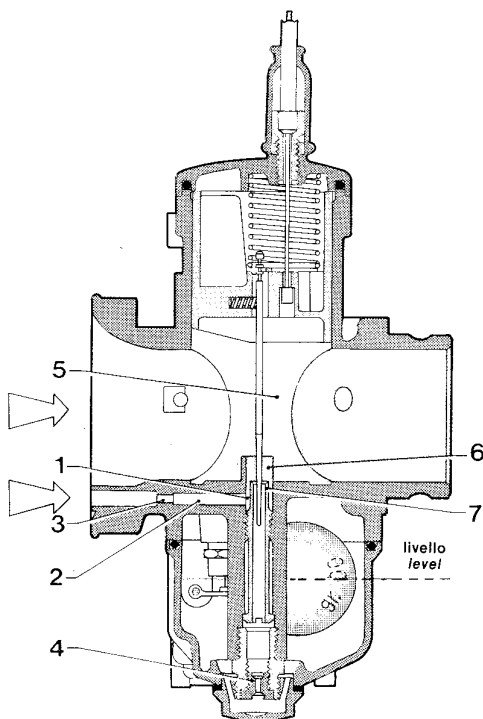

Fig. 18
Nella fig. 18 è rappresentato il dispositivo del massimo impiegato per motori a 2 tempi che prevede all'uscita del polverizzatore (7) un ugello (6); questo migliora le caratteristiche di funzionamento durante la fase di ripresa.
In figure 18 is shown the full-power device used on two-stroke engines. This device consists of a nozzle (6), located on the spray nozzle output (7), that improves the operating characteristics during the pickup phase.